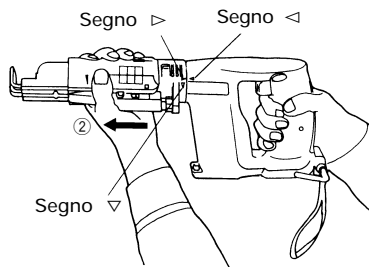

Fig. 6
Allineare il segno "<" del corpo principale e il segno ">" del dispositivo di avanzamento viti, e quindi tirare il dispositivo nella direzione della freccia ② mostrata nella Fig. 6 per rimuoverlo.
Posizionare il dispositivo di avanzamento viti sopra il corpo principale e allineare il segno "<" del corpo principale e il segno ">" del dispositivo di avanzamento viti, e quindi girare il dispositivo nella direzione del segno "<" mostrato nella Fig. 6 per fissarlo.